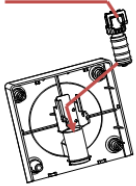

Figure 1
① couvercle supérieur de l'ouverture d'alimentation	⑤ Extrémité de la poignée
② Base de l'ouverture d'alimentation	⑥ bague d'étanchéité
③ bouchon de l'ouverture d'alimentation	⑦ Joint d'étanchéité de l'ouverture d'alimentation
④ Poignée	⑧ Cache supérieur de l'ouverture d'alimentation
1. Insérez ① dans ②, comme indiqué dans la figure 1.
Suivez les étapes de la figure 1 à la figure 8 dans l'ordre inverse.